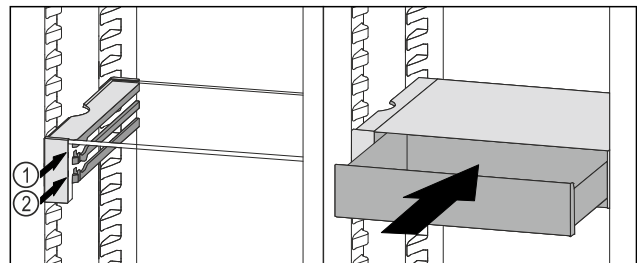

Fig. 108
- ▶ Установите выдвижной ящик VarioSafe за стопоры на требуемый выступ Fig. 108 (1) или Fig. 108 (2).